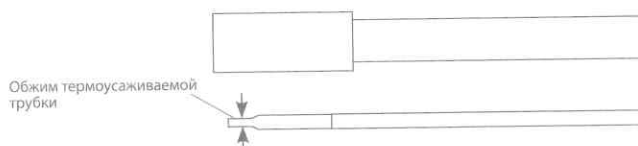

Рис. 13
5.2.6. Термоусадить термоусаживаемую трубку с клеевым слоем длиной 80 мм и сразу обжать свободный конец трубки плоскогубцами (см. рис. 13). Температура усадки 250 °С.